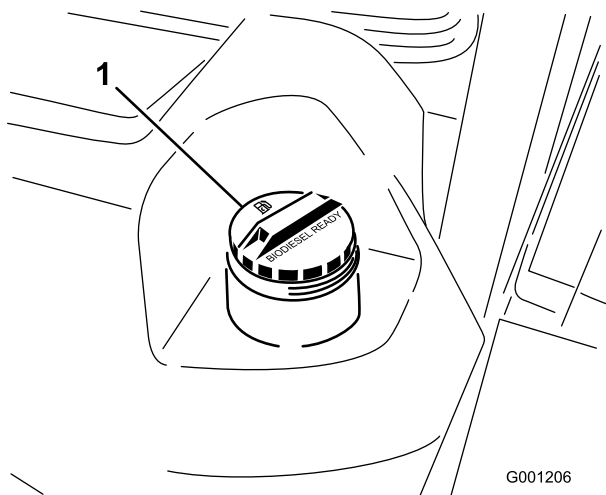

Figura 26
- Retire el tapón del depósito de combustible (Figura 26).